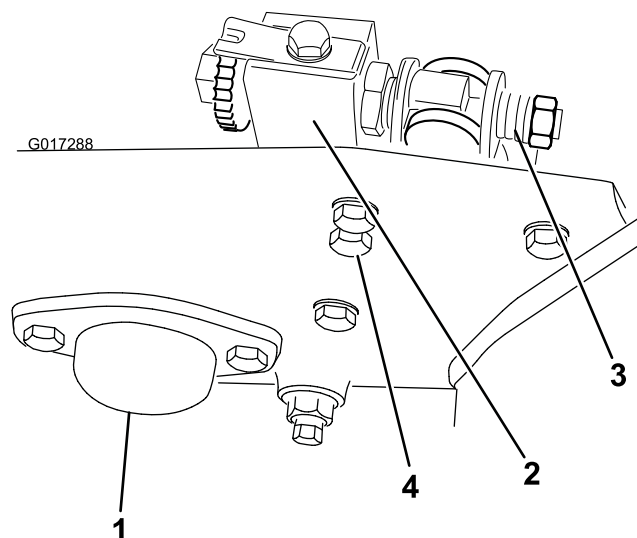

Figure 3
2. Retirez le capuchon d'extrémité et les fixations, et conservez-les pour le cas où vous déposeriez le groomer (Figure 3).